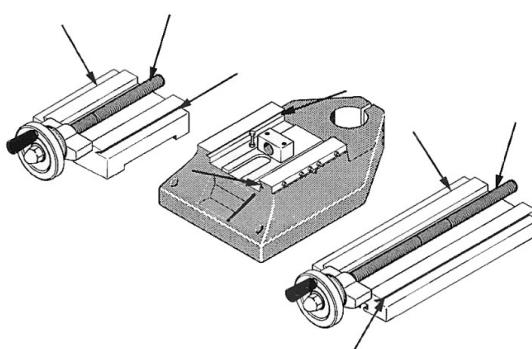

Fig. 13
6. Führungen und Spindeln (Pfeile, Fig.13) mit gutem Maschinenöl leicht einölen.
6. Apply some machine oil to the guides and the spindles (arrows, Fig. 13).
6. Huiler légèrement les glissières et les broches (flèches, fig. 13) avec une huile pour machine de bonne qualité.
6. Lubrificare leggermente le guide e i mandrini (frecce, fig. 13) con un buon olio per macchine.